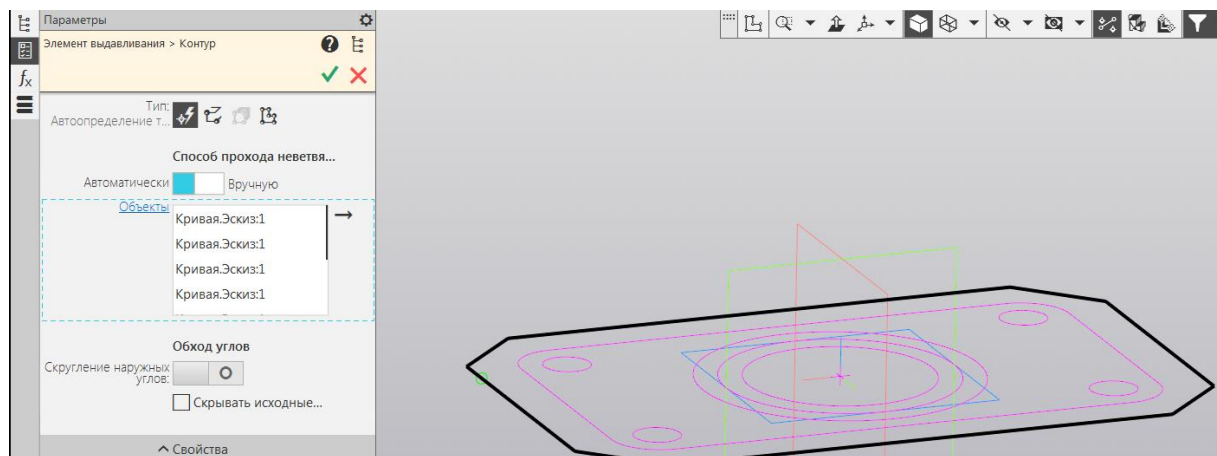
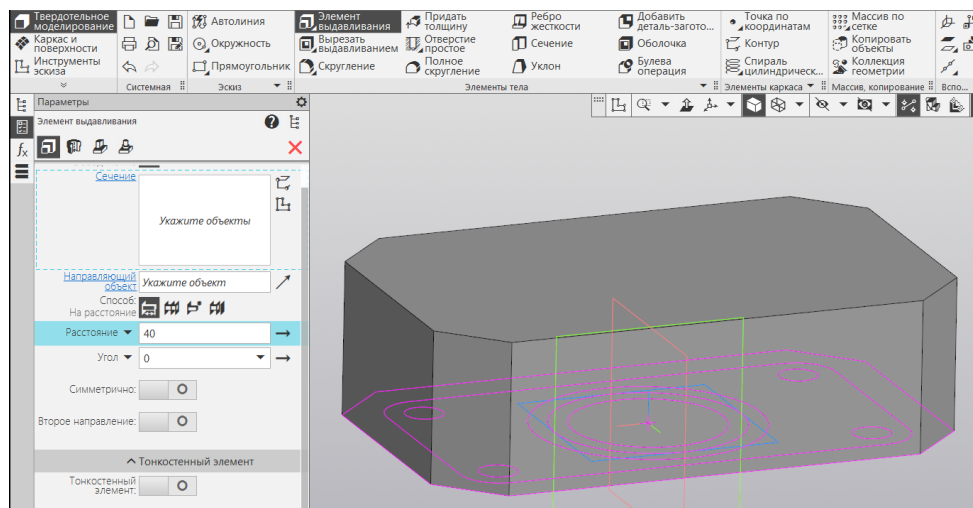

Рисунок 21 – Выбор внешнего контура
Рисунок 22 – Результат выдавливания основания на высоту 40 мм
13. Формируется тело основания. Вызывается опция Элемент выдавливания (рисунок 20). В Параметрах вызывается опция Построить контур (рисунок 21) для выбора изолированной кривой в эскизе. Курсором указывается только внешний контур (рисунок 22). Выбирается зеленая галочка в Параметрах, которая подтверждает окончательный выбор контура.